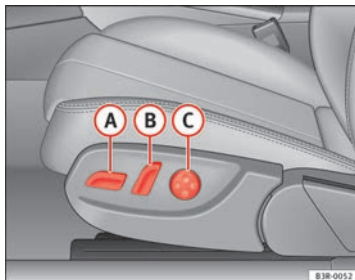
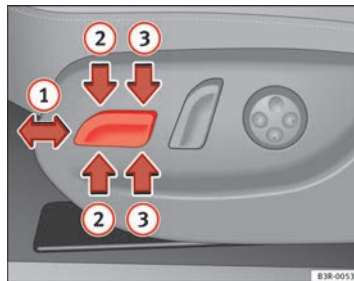

Abb. 104 Vordersitz: Bedienelemente zum Einstellen
Abb. 105 Vordersitz: Schalter für Sitzverstellung
- Bewegen Sie den Schalter **A** ⇒ Abb. 104 nach vorn oder nach hinten **1** ⇒ Abb. 105 ⇒ **Δ**.